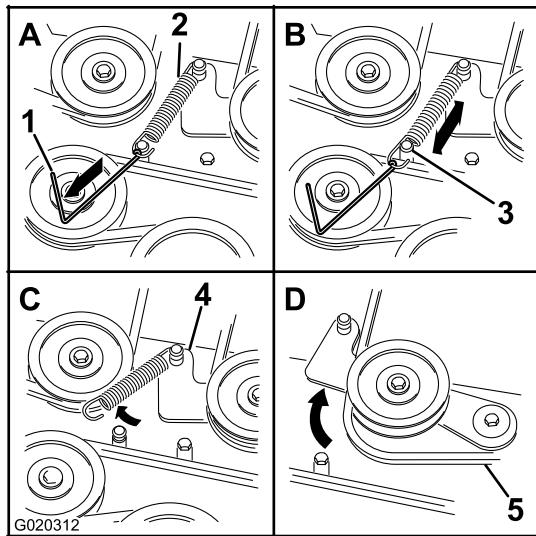

Figure 63
- À l'aide d'un outil de dépose de ressort (réf. Toro 92-5771), décrochez le ressort de tension de l'ergot sur le tablier pour éliminer la tension sur la poulie de tension (Figure 63).
1. Acheminez la courroie neuve autour des poulies du tablier de coupe et de la poulie d'embrayage, sous le moteur (Figure 63).
2. À l'aide d'un outil de dépose de ressort (réf. Toro 92-5771), accrochez le ressort de tension à l'ergot situé sur le tablier, ce qui a pour effet d'exercer une tension sur la poulie de tension et la courroie du tablier de coupe (Figure 63).